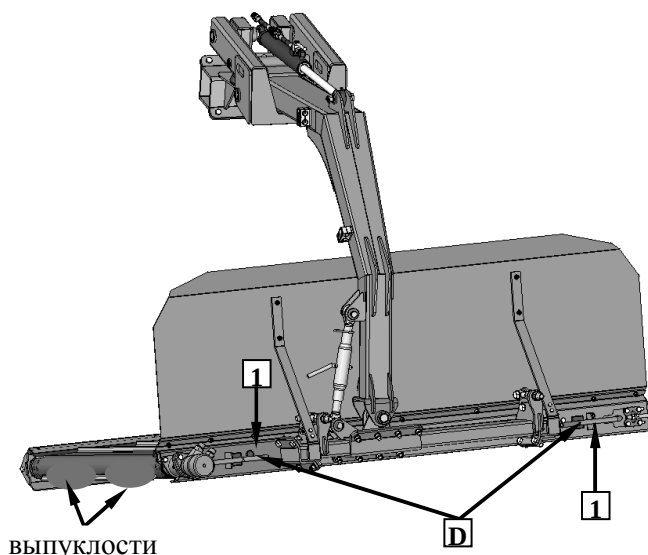

Рис. 36. Очистка роликов транспортера
1. С целью очистки ролика следует во время вращения ленты передвинуть рычаг Д по направлению **1** и придержать до момента исчезновения выпуклостей (**Рис. 36**). Действие следует повторить также с другой стороны транспортера, если возникает такая необходимость.